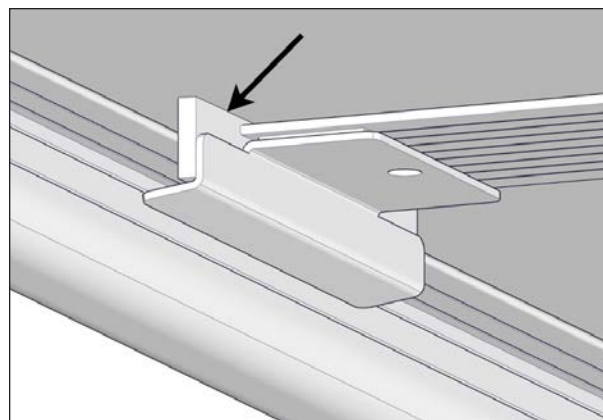

FIGURE 93: POSITION FINALE DU RACLEUR
En position finale, le joint du racleur doit être en contact avec l'arête du profilé en I, voir Figure 93.
4. Coller le joint racleur sur le milieu du profilé en I en appuyant dessus et en maintenant la pression pendant au moins 60 secondes. Cela permettra une bonne adhérence au profilé en I. S'assurer de placer le rabat du joint racleur au bord du profilé en I, directement dans l'espace qui se trouve entre le profilé en I et le profilé en C, voir Figure 93.